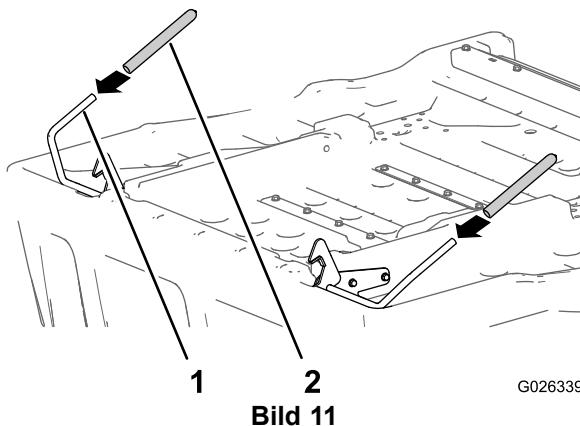

Bild 11
4. Schieben Sie die Handgriffe auf jedes Ende des Riegels (Bild 11).